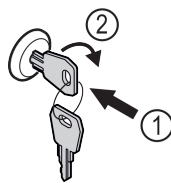

Fig. 190
- ▶ Insérer la clé. Fig. 190 (1)
- ▶ Tourner la clé à 90° dans le sens horaire. Fig. 190 (2)